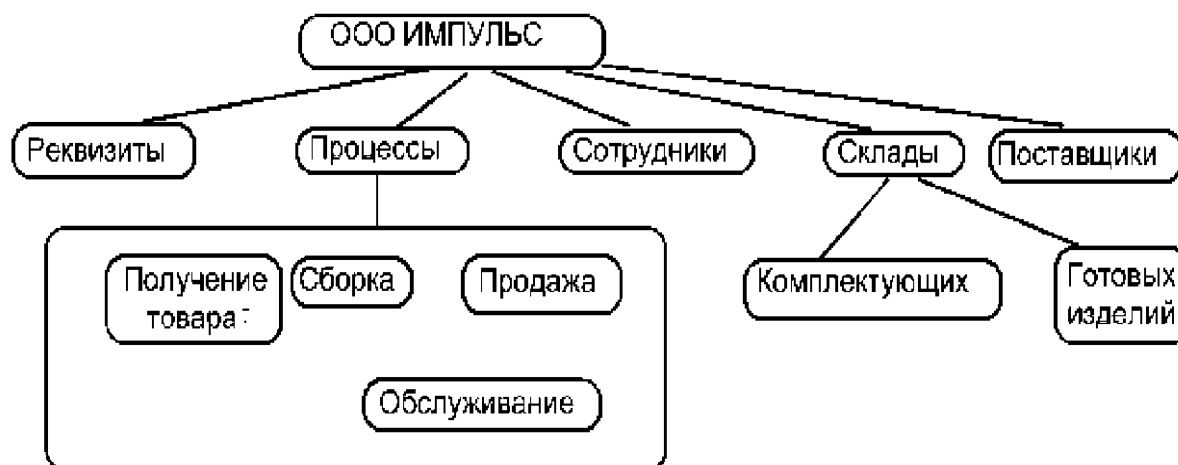

Рис. 5
1. Запустите 1С:Предприятие в режиме конфигуратора. После запуска системы откроется диалоговое окно **Запуск 1С:Предприятия** (рис. 5).